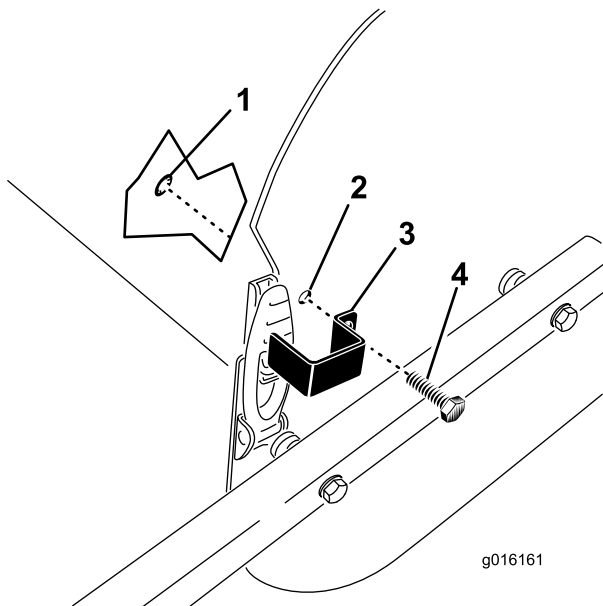

Bild 30
1. Positionieren Sie die Riegelplatte über den Motorhaubenriegel und fluchten Sie gleichzeitig das Befestigungsloch mit dem Loch in der Seitenplatte aus (Bild 30).
2. Befestigen Sie die Riegelplatte mit einer Gewindeschraube und einem Haltering an der Seitenplatte (Bild 30).